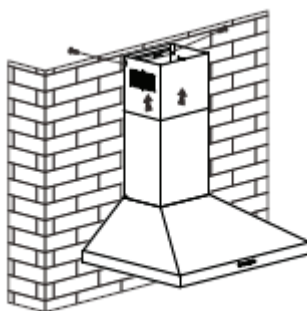

Imagen 7
6. Ajuste la altura de la chimenea interior en el soporte de la chimenea interior y fíjela con 2 tornillos ST4\*8 mm. Consulte la imagen 7.